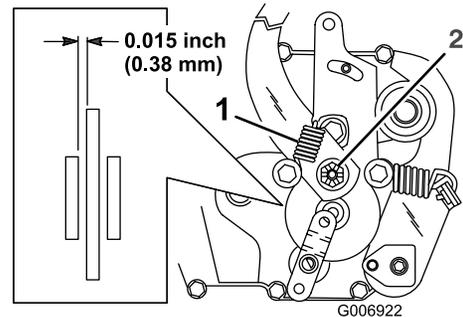

Figura 31
El freno de estacionamiento está la parte derecha del eje trasero, dentro de la rueda trasera.(Figura 31). Si el freno de estacionamiento no inmoviliza la máquina, ajústelo.
2. Retire el muelle del brazo del freno (Figura 31).
3. Retire el pasador que fija la tuerca de ajuste del freno y afloje un poco la tuerca (Figura 31).
4. Inserte una galga de 0,38 mm entre el disco de freno y la pinza de freno (Figura 31).